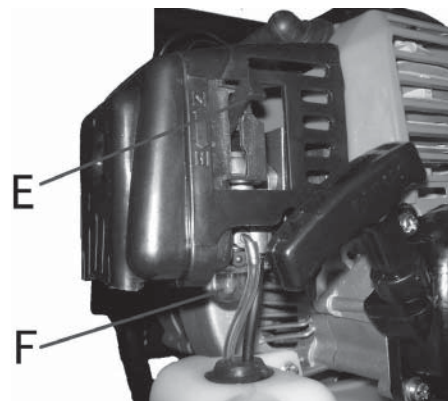

Рис. 6
4. Установите рычаг воздушной заслонки (Е, Рис.6) в положение «Закрыто».
5. Нажмите насос подкачки (F, Рис.6) несколько раз, пока топливо не выйдет из топливной трубы.